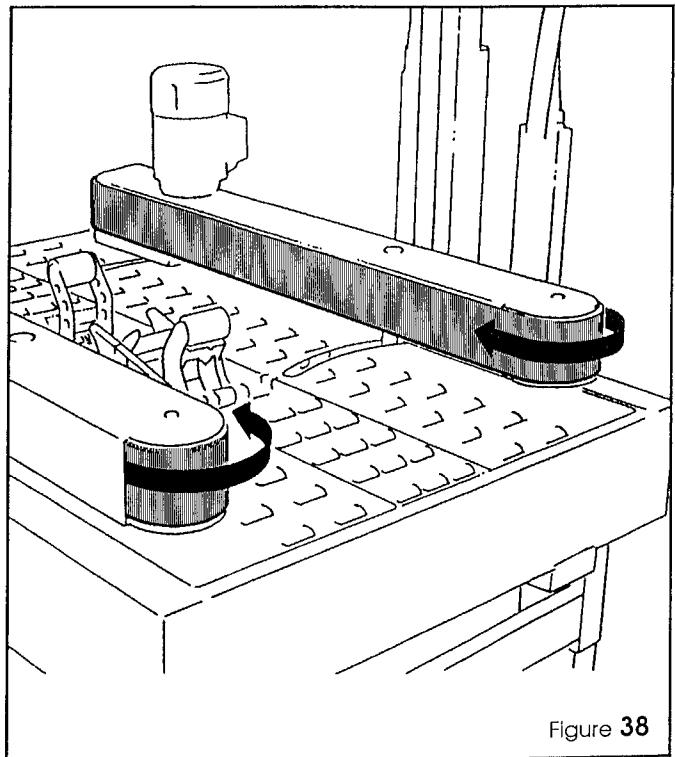

Figure 38
- vérifier le sens de rotation des courroies de transmission latérales (Figure 38).
- Vor Inbetriebnahme der Maschine korrekte Rotationsrichtung der Antriebsbänder kontrollieren (Figure 38).